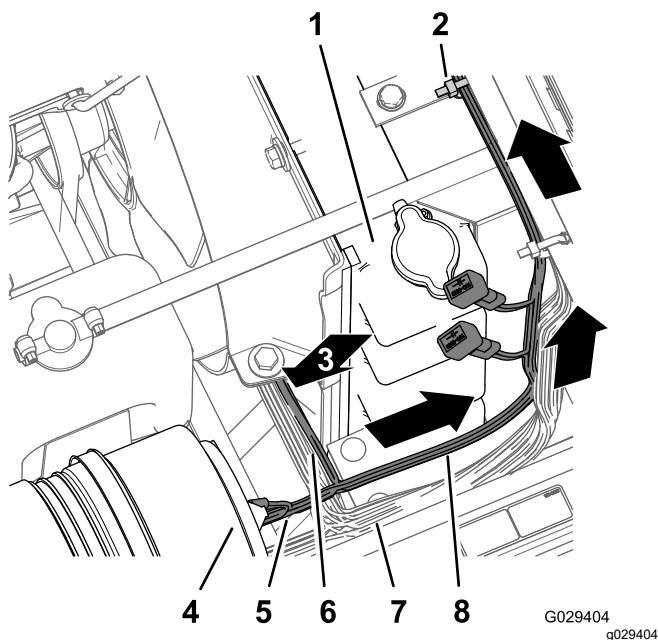

Figure 11
1. Acheminez le faisceau de câblage du kit de finition vers l'avant, entre la barre du ROPS et l'angle inférieur de la cuve du pulvérisateur, le long du faisceau de câblage de la machine, et sous le filtre à air du moteur (Figure 10 et Figure 11).
- Acheminez la branche compartiment moteur de 197 cm du faisceau de câblage (avec la cosse en anneau, la borne à douille et le connecteur à 5 douilles) vers le haut le long du côté droit du radiateur, le long du sommet du radiateur et sous la base de la console centrale (Figure 11).